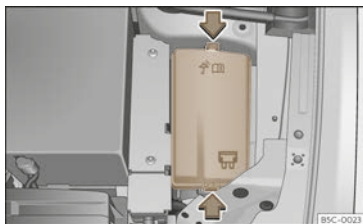

Abb. 236 Im Motorraum: Abdeckung des Sicherungskastens.
- Verriegelungstasten drücken, um die Abdeckung des Sicherungskastens >>> (Abb. 236) zu entriegeln.